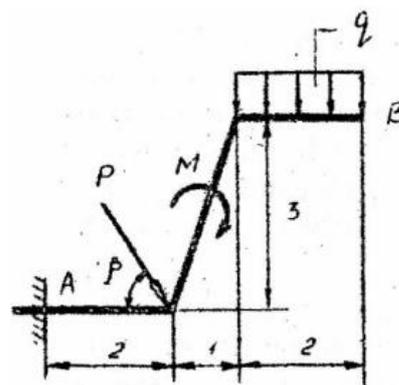

Рисунок 5.1 - Схема конструкции
**Пример:** Для заданной схемы конструкции (рис.5.1) определить реакции опоры А.